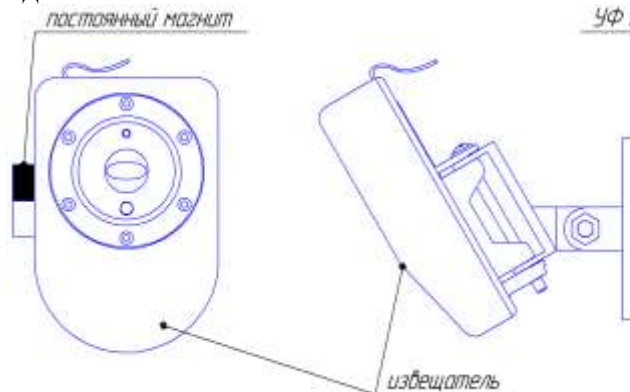

Рисунок 4 – Место поднесения постоянного магнита
Командой «Программирование адреса устройства» можно задать адрес извещателя независимо от того, какой ему адрес присвоен на данный момент. Это может быть использовано в случае ошибочного назначения одинаковых адресов двум и более устройствам. Для этого с пульта или компьютера подать команду на программирование требуемого адреса. После чего в течение не более 5 минут к извещателю поднести постоянный магнит к обозначенному месту, (см. рисунок 4). При этом светодиод извещателя переходит в режим непрерывного свечения. На пульте или компьютере отобразятся события о потере связи с устройством по старому адресу и о восстановлении связи с устройством по новому адресу. Если устройства имели одинаковый адрес, то сообщений о потере связи по старому адресу не будет.
2.4.3 Контроль функционирования извещателя можно осуществить путём поднесения постоянного магнита к извещателю (см. рисунок 4). ПКУ «С2000М» или АРМ «Орион Про» должен выдать сообщение «Тест» или «Пожар», в